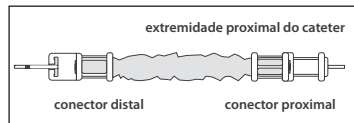

Figura 3
3. Introduza a ponta do cateter pretendido através da extremidade proximal da proteção contra contaminação do cateter. Faça o cateter avançar através da tubagem e do conector na outra extremidade (ver Figura 3).